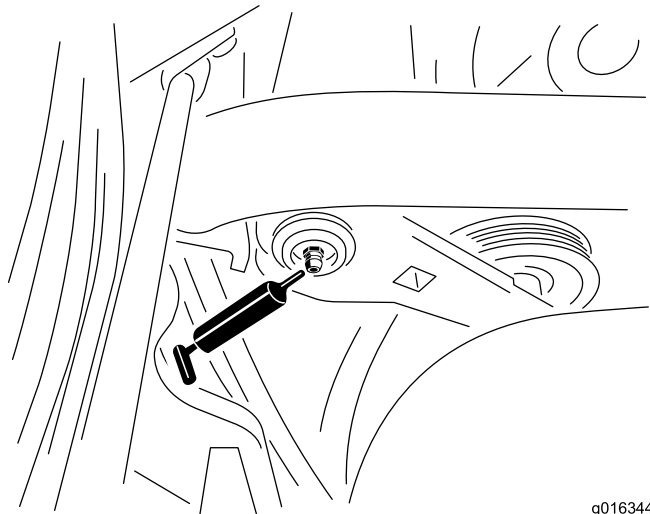

图39
1. 擦干净黄油嘴、这样就不会有杂质进入轴承或轴套中（图39）。